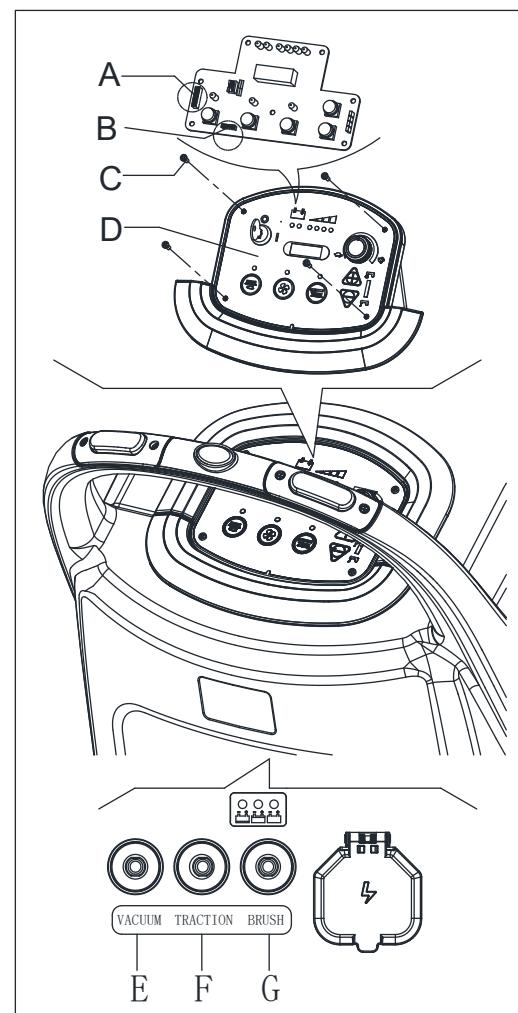

Рисунок 24
- Извлеките винты(С.Рисунок 24) на панели управления (D), затем переверните доску панели управления, чтобы найти предохранитель (A, B, Рисунок 24).